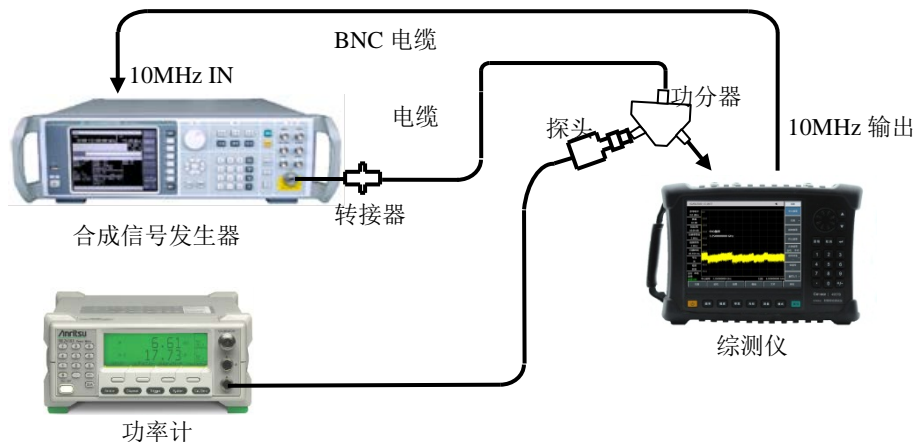

图16-18 总电平不确定度测试设置
- b) 如图 16-18 连接测试设备, 信号发生器的输出接功分器的 SUM 端口, PORT1 端口和 PORT2 端口分别接综测仪的射频输入端口与功率探头。